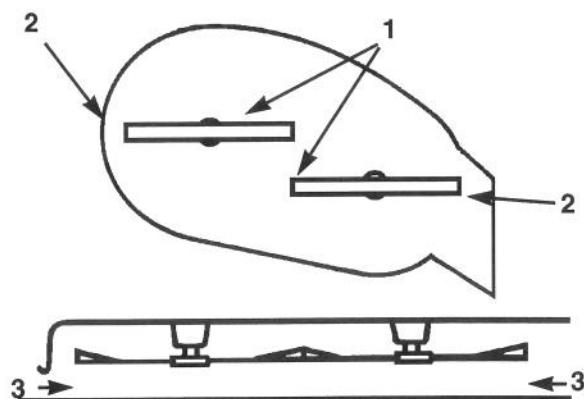

Figure 49
4. Faire tourner doucement la(es) lame(s) côté à côté (Fig. 49). Mesurer la distance entre les arêtes tranchantes extérieures et la surface plane (Fig. 49). Si les deux mesures font plus ou moins de 4,762 mm, un réglage devra être effectué; se reporter aux points 5 et 6.